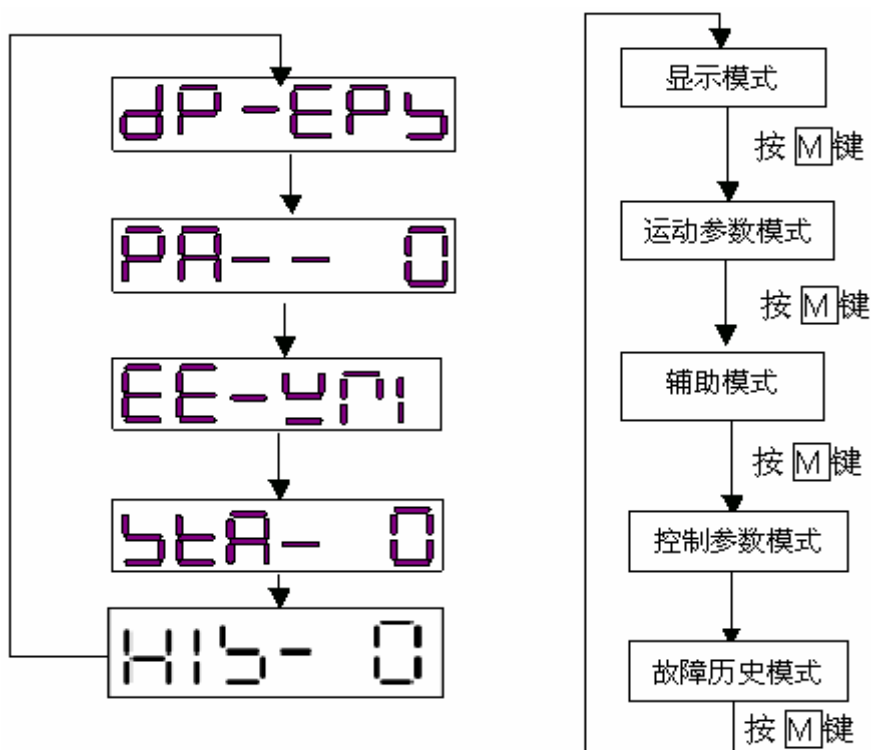

图 6.1 HSV-180S 系列主轴驱动单元第一级主菜单
3、操作按多层操作菜单执行，第一级为主菜单，包含五种操作模式：显示模式、运动参数模式、辅助模式、控制参数模式、故障历史模式。如图 6.1 所示第一级主菜单操作框图，及其五种操作模式。